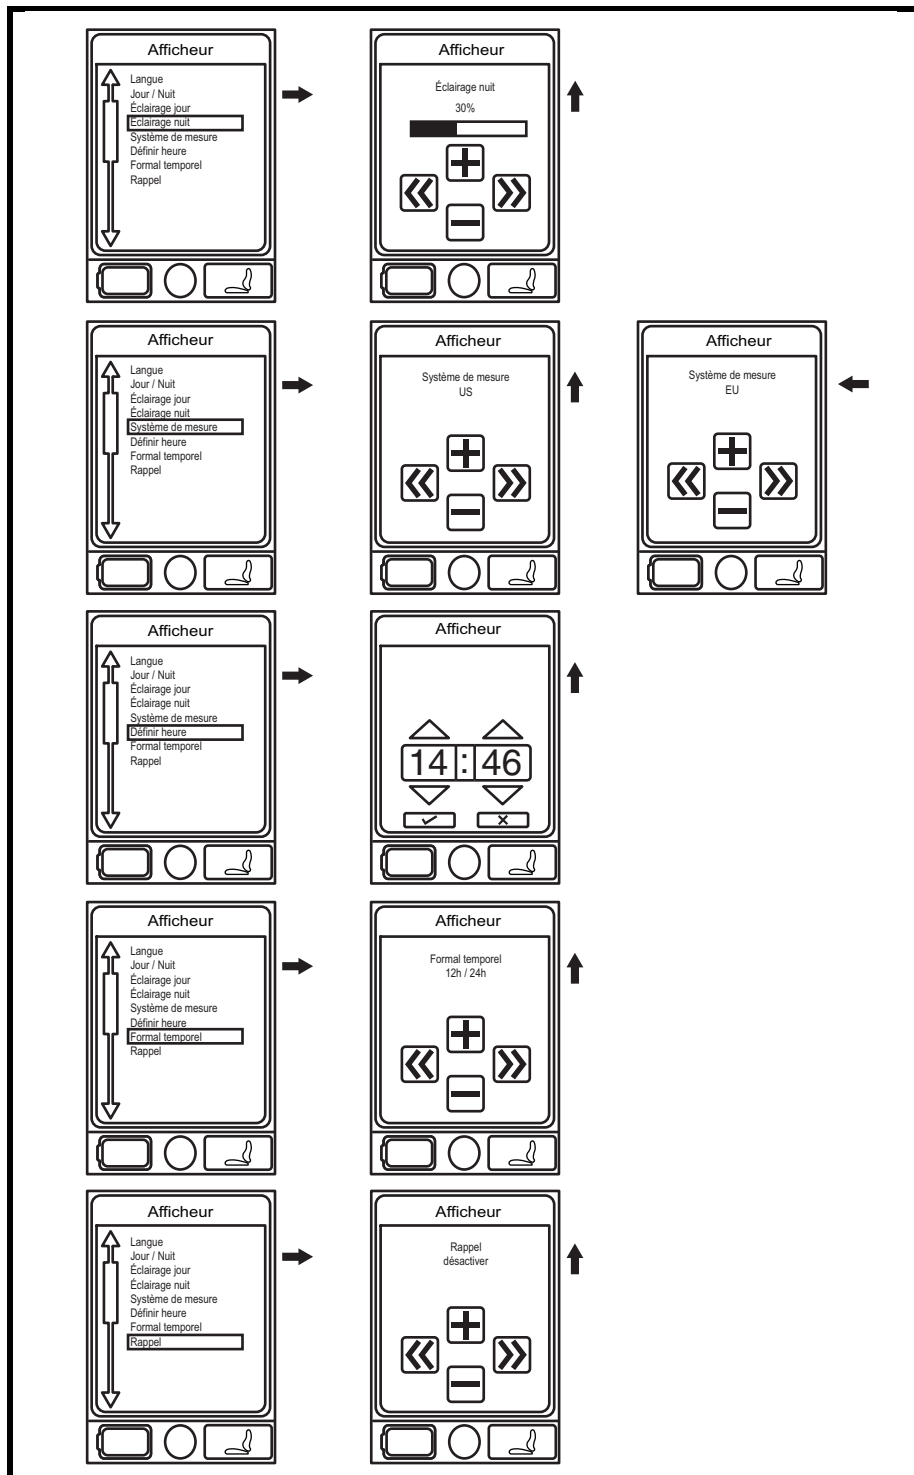

Figure 2B. Écran «Menu»
2. Pesez sur le bouton «Menu» pour sélectionner l'écran principal. **Voir la figure 2B.**
3. Utilisez la manette pour sélectionner l'option «Réglages de la manette» puis poussez la manette vers la droite pour confirmer la sélection. **Voir la figure 2B.**
6. Utilisez la manette pour sélectionner l'option «Max», puis poussez la manette vers la droite pour confirmer la sélection. **Voir la figure 2B.**
7. Poussez la manette vers la gauche pour sélectionner l'option «ESC» afin de retourner au menu «Son et affichage». **Voir la figure 2B.**